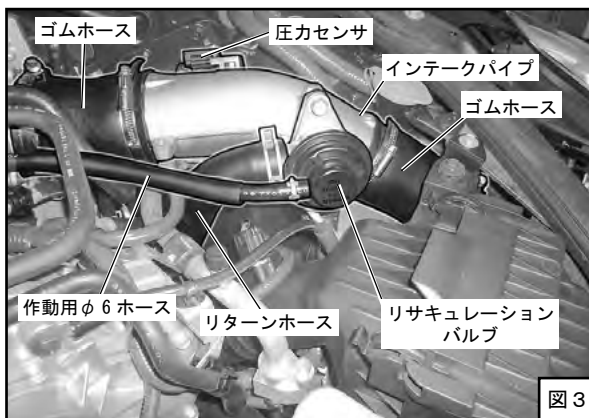

図 3
- (5) リサキュレーションバルブから作動用φ6 ホースとリターンホースを取外してください。(図 3)
- (6) 圧力センサからコネクタを外してください。(図 3)
- (7) 圧力センサハーネスのクリップを取外してください。(図 3)
- (8) ホースバンドをゆるめ、インテークパイプ (リサキュレーションバルブと一体で)、ゴムホースを取外してください。(図 3)
- (9) ボルトを外し、インテークパイプから圧力センサを取外してください。(図 3)